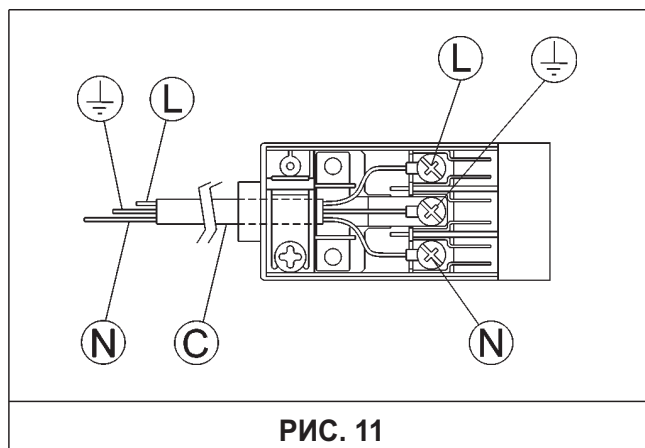

РИС. 11
- Подсоединить к подводящему кабелю „С” (рис. 11), соответствующую указанной на опознавательной табличке потребляемой мощности вилку, если таковая не предусмотрена в комплекте.
- Подсоедините провода, следя за соблюдением нижеприведенных соответствий (рис.11):